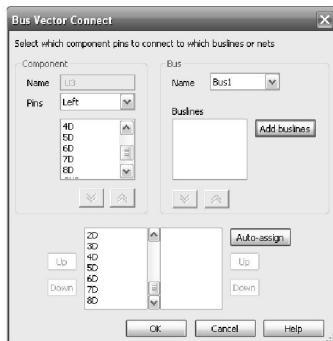
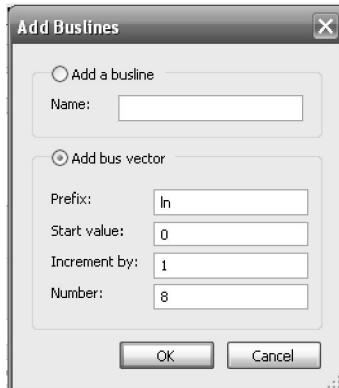
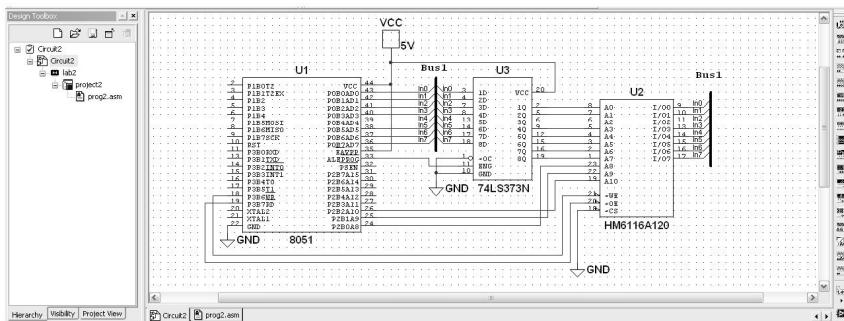

Рис. 2.21. Окно соединения компонента с шиной
Рис. 2.22. Окно задания линий шин вручную
Рис. 2.25. Схема подключения внешней памяти к МК-51
Каждый порт может адресоваться как побайтно, так и побитно, по конкретным физическим адресам. При подключении к МК внешней памяти через порт P0 выводится младший байт адреса, а также передается и принимается в микроконтроллер байт данных (в мультиплексированном режиме). В 1 и 2 тактах машинного цикла при обращении к внешней памяти на линиях P0 активизируется адресная информация A0–A7 при высоком уровне сигнала ALE, а затем на этих же линиях появляется сигнал D0–D7 (при низком уровне сигнала ALE). Для фиксации байта адреса в течение всего машинного цикла используются регистры-защелки, например, 74LS373N, информация в которых фиксируется по спаду сигнала на его входе ENG (рис. 2.25).
Размещаем на рабочем поле МК-51 (см. лабораторную работу № 1), микросхему памяти емкостью 2 Кбайта (Place – Component – MCU – RAM), регистр-защелку, например 4037ВР, которую можно найти в группе CMOS в семействе CMOS\_5V, землю и питание (Place – Component – Sources – POWER\_SOURCES). Собранная электронная схема представлена на рис. 2.25.
Рассмотрим подключение требуемых компонентов к шине на примере компонента U3 (см. рис. 2.25). При помощи ЛКМ размещаем шину напротив выводов, необходимых для подключения компонентов, например, напротив выводов D0–D7 элемента U3, затем фиксируем положение шины ПКМ. Далее в контекстном меню компонента U3, соединяемого с шиной, нажимаем Bus Vector Connect (рис. 2.21).
**Формирование векторов вручную.** Нажимаем кнопку Add buslines (см. рис. 2.21) для задания векторов, появляется соответствующее окно (рис. 2.22).
Здесь указываются префикс (метка), например, *In*, начальное значение вектора, инкремент и количество векторов (в нашем случае их 8). После нажатия на кнопку OK (рис. 2.22) полученные линии шины (векторы) отразятся в предыдущем окне. Количество линий шины должно быть эквивалентно выбранным для подключения кшине выводам. Далее выделяем полученные линии шины и нажимаем кнопку OK (см. рис. 2.21).
**Автоматическое формирование векторов.** Вектора вводятся автоматически при нажатии кнопки Auto-assign (см. рис. 2.21).
Далее в окне объединения шин нажимаем кнопку Merge и в окне свойств шины кнопку OK. Как и ранее, выбираются выводы компонента и вектора шины, только в этом случае при нажатии кнопки OK Multisim предупреждает, что фрагмент шины, к которой необходимо произвести подключение, выбирается двойным кликом ЛКМ. Готовая схема представлена на рис. 2.25.
В окне разработки (см. рис. 2.25) указана вся структура созданного проекта.